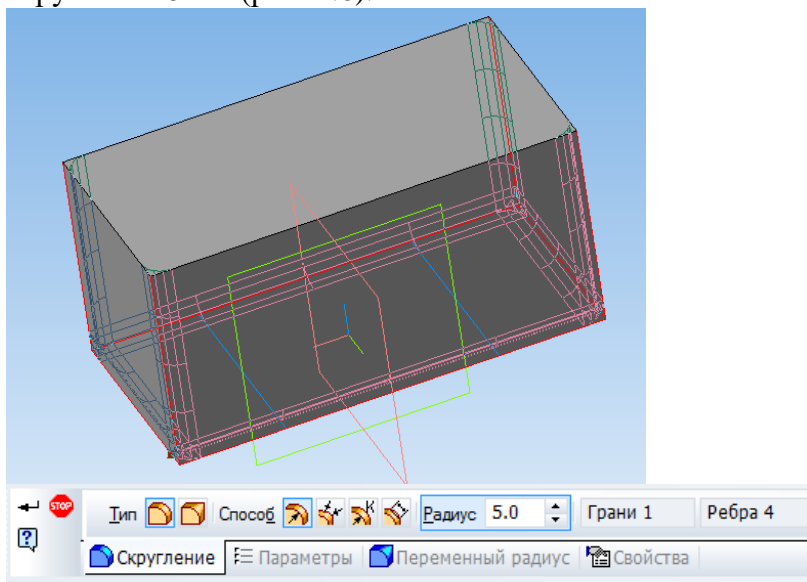

Рис. 2.6. Операция скругления
4. Необходимо скруглить ребра у дна и четыре вертикальных. Для этого их надо выбрать в группу щелкая левой кнопкой мыши поочередно с нажатой кнопкой *Ctrl*. Затем выбрать кнопку *Скругление* и в панели свойств задать радиус скругления 5 мм (рис. 2.6).